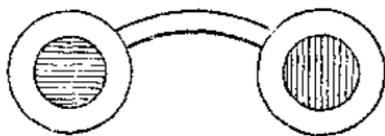

图 1
2. 把马粪纸剪成眼镜的镜框，再把两块胶片分别粘合在镜框上，就成了一副立体的眼镜(图1)。